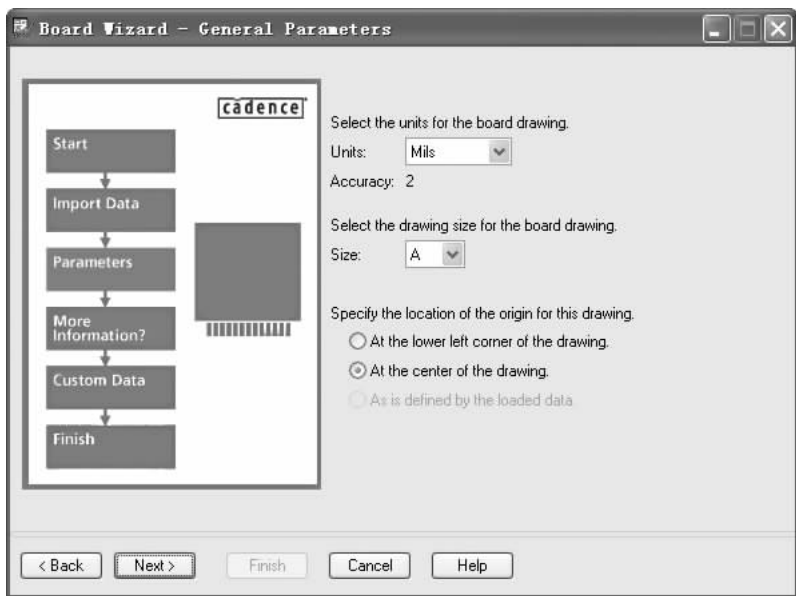

图 10-32 “Board Wizard – General Parameters（板向导模板）”对话框
7. 单击 **Next >** 按钮，进入图 10-32 所示的对话框。设置图样选项，选择“Units（单位）”、“Size（工作区的范围大小）”，与“Design Parameter Editor（设计参数编辑）”中工作区参数设定相同。其中，“Size（工作区的范围大小）”下拉列表中没有自行定义的 Other